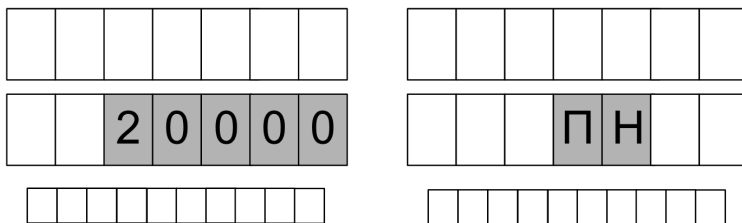

Рисунок 7
11.2 Доза на устройство задается оператором с помощью СУ. В начале нового налива, когда измерительная установка готова к отпуску топлива, мигающими символами в средней строке ЖКИ (при задании дозы в литрах), либо в верхней (при задании дозы в килограммах) отображается значение заданной дозы, а в случае отпуска "Предельный налив" – символы "ПН" (рисунок 7). Это предоставляет удобный способ определить, когда можно начать налив, а также убедиться, что задано требуемое количество топлива.